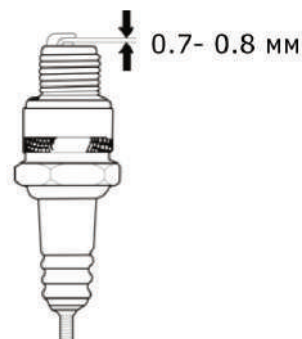

Рис. 16
5. Проверьте зазор между электродами свечи зажигания. Он должен составлять 0.7-0.8мм (Рис. 16). При необходимости отрегулируйте зазор.